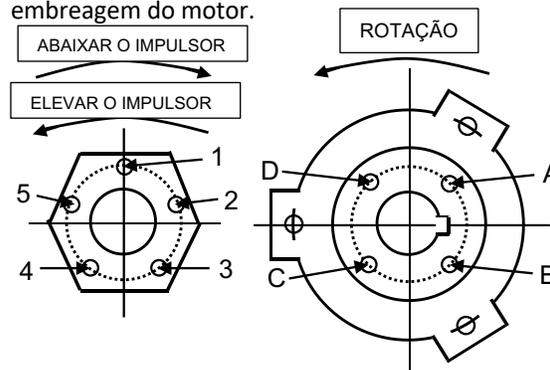

Figura 13
- Alinhe o orifício "5" na porca de ajuste e o orifício "D" na embreagem do acionador (veja a Figura 13) ou orifícios semelhantes na mesma posição. Se for feito com cuidado, isso dará uma folga inicial do impulsor de 0,001" a 0,003", dependendo do tamanho do eixo ou do passo da rosca.